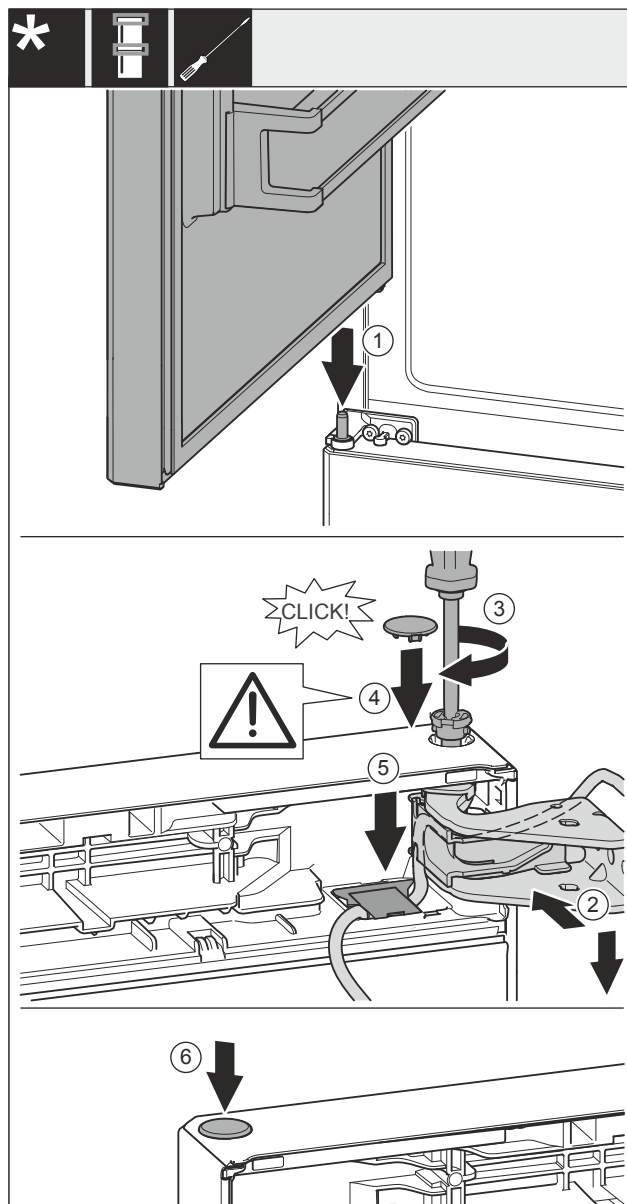

Fig. 59
- Założyć górne drzwi na środkowy trzpień zawiasu Fig. 59 (1).
- Wyrównać drzwi u góry względem otworu w płycie zawiasu Fig. 59 (2).
- Założyć sworzeń Fig. 59 (3) i dokręcić śrubokrętem.
- Założyć osłonę Fig. 59 (4).
- Sprawdzić, czy osłona Fig. 59 (4) przylega do drzwi.
- Włożyć osłonę Fig. 59 (5) i docisnąć do dołu, aby się zatrzasnęła.
- Założyć osłonę Fig. 59 (6).